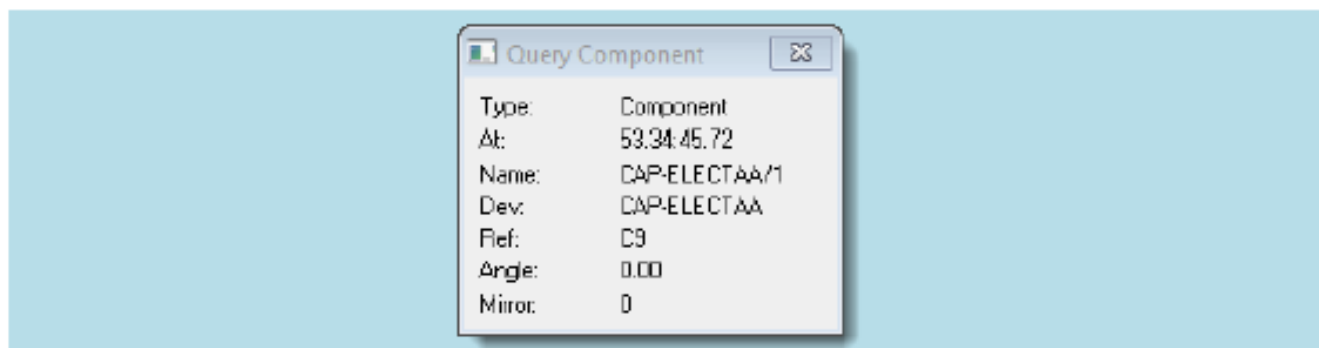

Рис. 6.3 Пример данных компонента
Эта команда позволяет получить информацию о компонентах, имеющихся в проекте. Для этого необходимо после активации команды щелкнуть левой кнопкой мыши по нужному компоненту. В справочном окне, появляющемся после этого (рис. 6.3), указываются координаты привязочной точки (строка *At*), имя посадочного места (*Name*) и тип компонента (*Dev*), его позиционное обозначение (*Ref*), угол поворота (*Angle*) и признак размещения на обратной стороне платы (*Mirror*). Последний параметр может принимать значения 0, 1 или 2 в зависимости от того, размещен ли компонент на верхней стороне платы (0), перемещен на обратную сторону с поворотом относительно горизонтальной оси (1) или вертикальной оси (2).